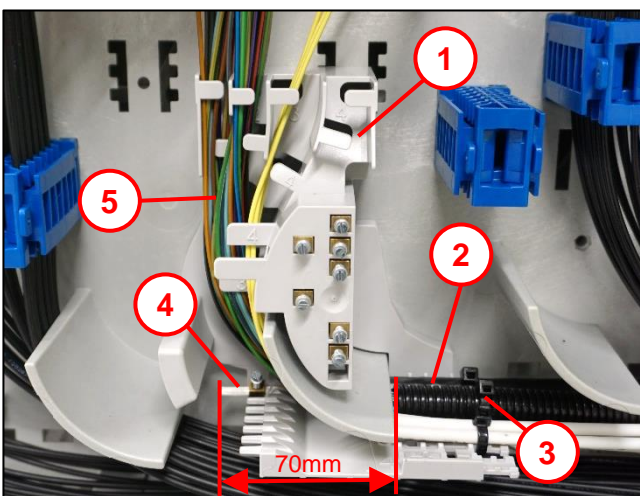

Abb. 30
Befestigung an der Kabelsortierung Zugang auf der Tür siehe Abb. 30.
- Zentralelement (3) auf 70mm absetzen und unter Zugbügel (1) führen.
**Beachten:** Alternative Zugabfangung auf der Türseite, siehe Abb. 30.
- Bündeladern (9) im Bereich der Zugbügel mit Spiralschlauch (10) schützen.
- Bündeladern (4) je nach Vorgabe absetzen.
1. Schutzschläuche (7) absetzen.